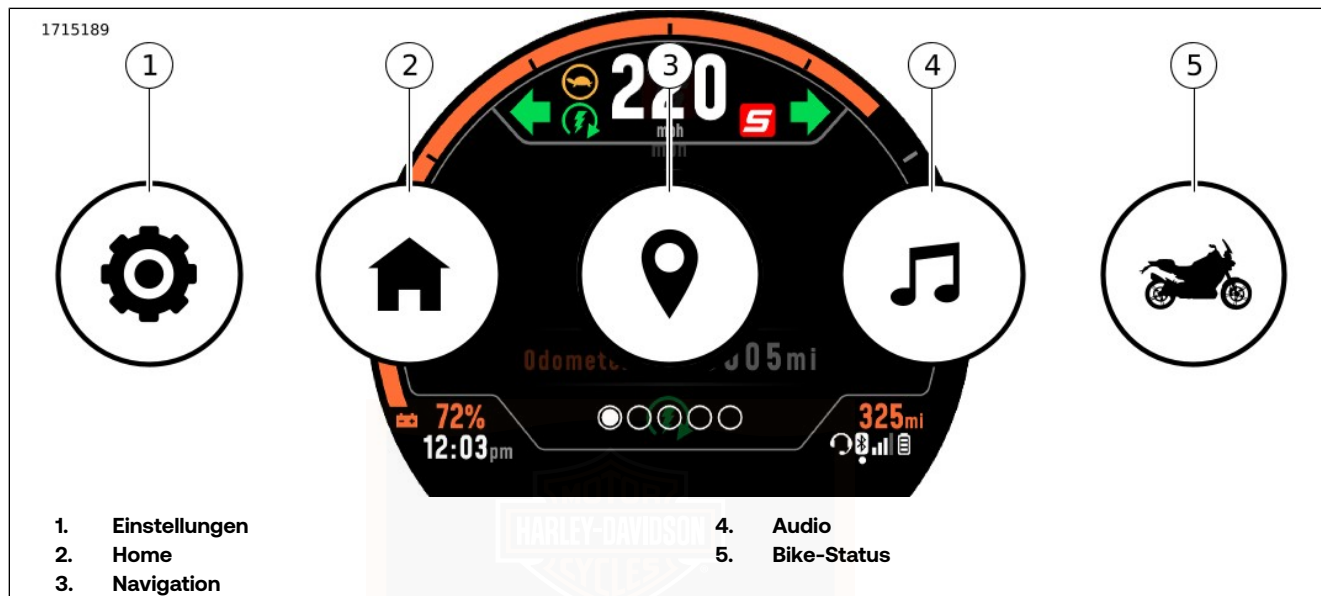

Abbildung 34. Menü-Auswahloptionen
2. Siehe Abbildung 34. Auswählen: Menü „Einstellungen“ (5).
Siehe Abbildung 34. Zum Zugriff auf Audiofunktionen „Audiokarte“ (4) auswählen. Die Audiofunktionen werden mit RHCM geregelt. Siehe FUNKTIONSWEISE > RECHTE REGELUNGSSCHALTER (Seite 133).
1. Siehe Abbildung 34. Auswählen: Menü „Einstellungen“ (1).
Siehe Abbildung 34. Bei Auswahl der Bike-Statuskarte (4) werden Fahrzeuginformationen wie Reifendruck-Überwachungssystem (TPMS) -Daten, Kühlmitteltemperatur, TCU-Signalstärke und Batteriespannung angezeigt.